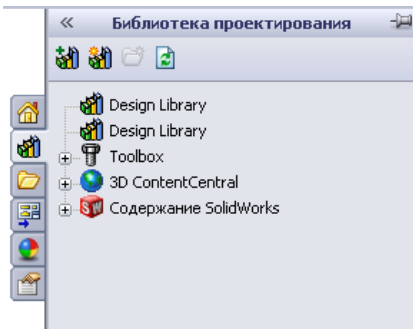

Рисунок 11.38 - Папка Toolbox у дереві конструювання
15. Відкриємо «**Библиотеку проектирования**», нажавши однойменну кнопку на панелі завдань, праворуч від області проектування (рис. 11.38), і відкриємо папку **Toolbox**.